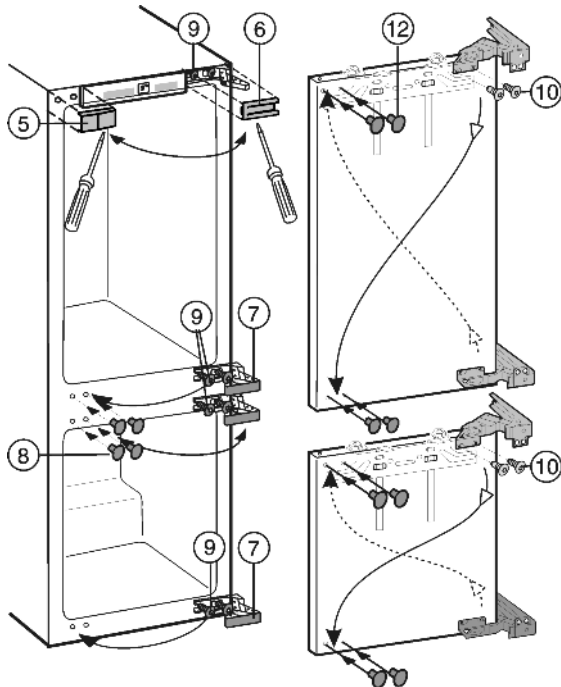

Fig. 4
- ▶ Togliere sollevando in avanti le coperture Fig. 4 (5,6,7,8) con un cacciavite per viti con intaglio.
- ▶ Allentare solamente le viti Fig. 4 (9) in alto e in basso sul corpo dell'apparecchio.
- ▶ Spostare le viti Fig. 4 (9) sul lato opposto, avvitare brevemente.
- ▶ Svitare le viti Fig. 4 (10) e girare diagonalmente la cerniera.
- Le viti Fig. 4 (10) sono autofilettanti: Utilizzare un avvitatore a batteria.
- ▶ Chiudere con tappi Fig. 4 (12) i fori di fissaggio liberati.
- ▶ Incardinare le porte nelle viti premontate Fig. 4 (9) e serrare le viti **fermamente a 4 Nm**.